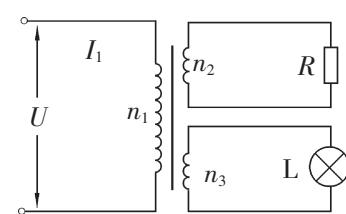

图 2-6-10
5. 一台理想变压器如图 2-6-10 所示。原线圈 $n_1=1100$ 匝；其一副线圈 $n_2=500$ 匝，两端接阻值 $R=250 \Omega$ 的用电器；另一副线圈 $n_3=150$ 匝，两端接有额定值为“30 V 15 W”的灯泡 L。原线圈接入正弦式电压后，灯泡 L 恰能正常发光。求用电器 R 的电功率和原线圈中的电流。